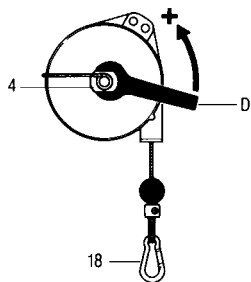

Fig. 3
- For å redusere kapasiteten roteres akselen 3 manuelt i retning mot urviseren (Fig 3).
- Para reduzir a capacidade, rode manualmente a mola 3 no sentido dos ponteiros do relógio (Fig 3).